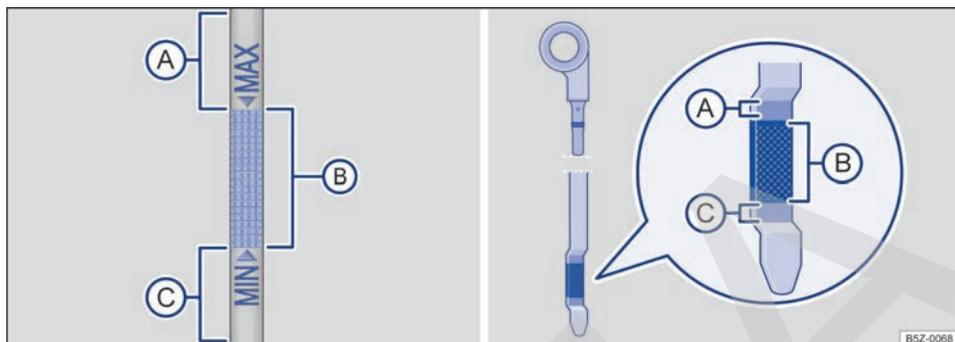
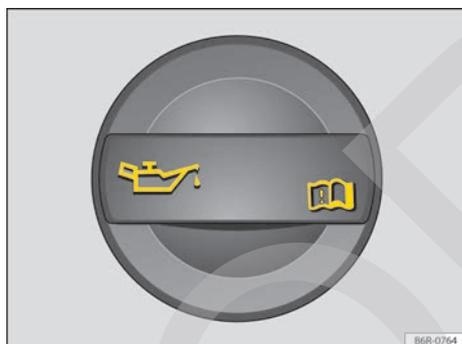

Fig. 136 Varilla de medición del aceite con marca de nivel de aceite del motor.
Fig. 137 En el compartimento del motor: tapón de la boca de llenado del aceite del motor.
4. Identifique la boca de llenado del aceite del motor y la varilla de medición del aceite. La boca de llenado del aceite del motor está identificada con el símbolo 🛢️ sobre la tapa → fig. 137 y la varilla de medición del aceite
5. Extraiga la varilla de medición del aceite del tubo de guía y límpiela con un trapo limpio → ❶.
7. Extraiga nuevamente la varilla de medición del aceite y lea el nivel del aceite del motor en la varilla → fig. 136 de la siguiente manera:
- ❶: no debe agregar aceite → ❶. Continuar con la etapa 15.
- ❷: nivel de aceite correcto. Se puede agregar aceite (aproximadamente 0,5 l). Continuar con la etapa 8 o 15.
- ❸: agregar **obligatoriamente** aceite recomendado manteniendo el nivel dentro de la zona ❷. Continuar con la etapa 8.
9. Desenrosque el tapón de la boca de llenado de aceite del motor → fig. 137.
12. Vuelva a comprobar el nivel del aceite del motor en la varilla de medición antes de volver a agregar una pequeña cantidad de aceite del motor. Nunca reponga aceite del motor excesivamente → ①.
13. Una vez finalizado el proceso de la reposición de aceite, el nivel del aceite del motor debe estar, al menos, en el medio del nivel → fig. 136 ②, pero jamás por encima del nivel ③ → ①.
- No ponga el motor en marcha si el nivel de aceite del motor está por encima del nivel → fig. 136 ③. Solicite ayuda técnica especializada. De lo contrario, ¡pueden dañarse el catalizador y el motor!
El nivel del aceite del motor no debe sobrepasar de ninguna manera el nivel → fig. 136 ③. Con el nivel por encima de esta zona, el aceite puede ser aspirado por la ventilación del cárter, ser despedido a la atmósfera a través del sistema de escape. Además, el aceite puede quemarse en el interior del catalizador, dañándolo.
En caso de alta demanda del motor, el nivel del aceite del motor debe estar lo más cerca posible del nivel → fig. 136 (A), sin sobrepasarse, como por ejemplo, en viajes largos en carreteras durante el verano o durante travesías de montañas.